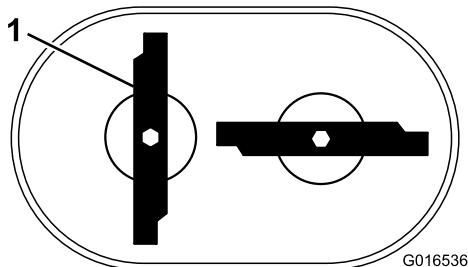

Figura 32
**Nota:** Las cuchillas deben estar perpendiculares entre sí, formando una "T" invertida, como se muestra en la Figura 32.